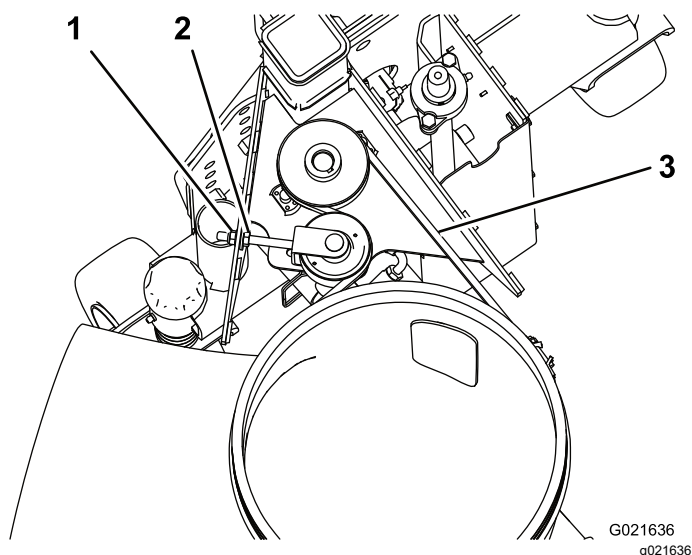

Bild 28
1. Drücken Sie den Treibriemen, in der Mitte der längsten Spannweite, mit einer Kraft von 30 N·m ein (Bild 28).
3. Lösen Sie die Sechskantmutter und ziehen Sie die Bundmutter an, um die Treibriemenspannung (Bild 28) zu erhöhen.